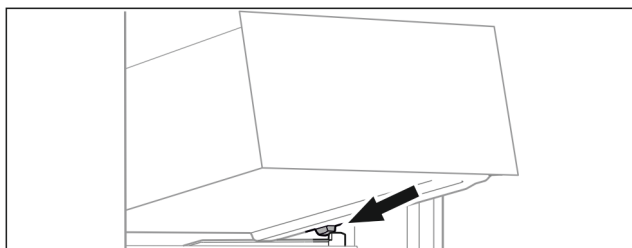

Fig. 29
- Nasadte zásuvku šikmo za zářežky na žebrování na nádoby. (viz Fig. 29)